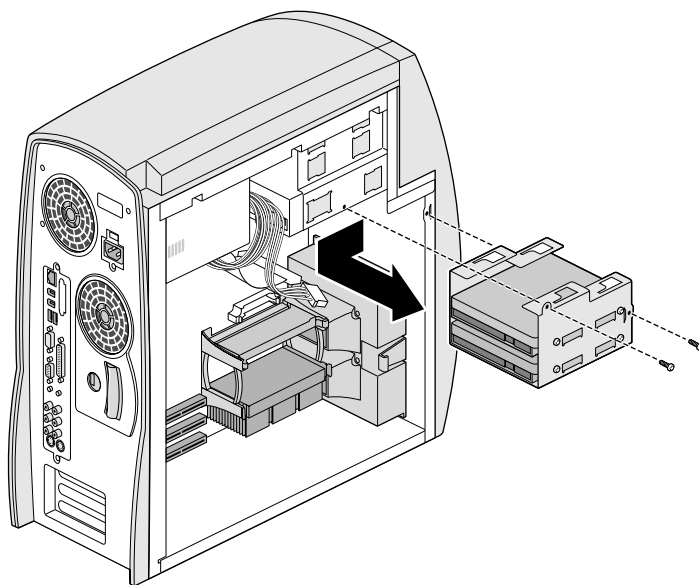

图 4-16 拆除内部硬盘驱动器托架
5. 从系统上拆除驱动器托架。具体操作如图 4-16 所示。